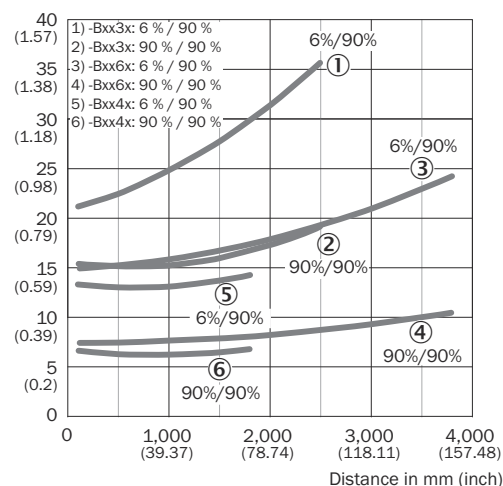

Figura 4: Curva 1
Controllare le condizioni d'impiego: bilanciare distanza di lavoro e distanza dall'oggetto ossia sfondo e capacità di coefficiente di riflessione dell'oggetto con il diagramma corrispondente [figura 4] (x = distanza di lavoro, y = distanza minima tra oggetto e sfondo in mm (coefficiente di riflessione oggetto/coefficiente di riflessione sfondo) (coefficiente di riflessione 6% = nero, 90% = bianco (in relazione con il bianco standard secondo DIN 5033)).
La distanza minima ($= y$) per la soppressione dello sfondo può essere letta dal diagramma come segue [cfr. figura 4 ①]: